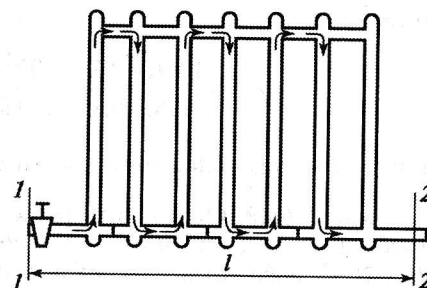

Рис. 6.12
**Задача 6.41.** Расход горячей воды температурой 95 °С в радиаторе водяного отопления составляет  $Q = 0,001 \text{ м}^3/\text{с}$ . Определить потери давления между сечениями 1—1 и 2—2 (рис. 6.12), если диаметр подводящих трубопроводов  $d = 0,0125 \text{ м}$ , а общая их длина  $l = 5 \text{ м}$ .